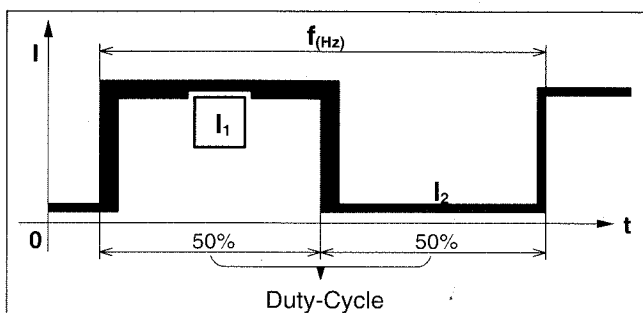

Fig. 14
2. **Setting-example: (Fig. 14)**